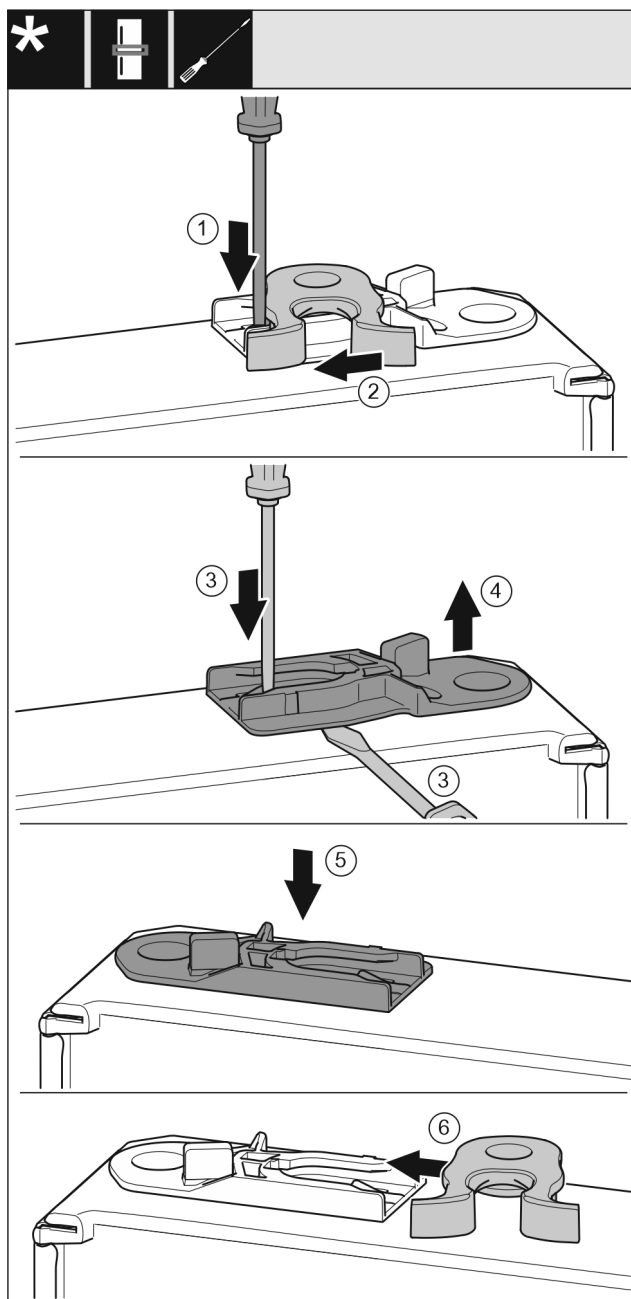

Fig. 47 *
- Odvijačem s ravnom glavom pritisnite spojnicu Fig. 47 (1) prema dolje.*
- Izvucite kuku za zatvaranje Fig. 47 (2) iz vodilice.*
- Izvucite čahuru za vođenje Fig. 47 (3, 4): Odvijačem s ravnom glavom pritisnite spojnicu i istodobno umetnite odvijač s ravnom glavom ispod čahure za vođenje.*
- Gurnite isporučenu čahuru za vođenje Fig. 47 (5) na drugoj strani uređaja.*
- Gurnite kuku za zatvaranje Fig. 47 (6) u vodilicu.*